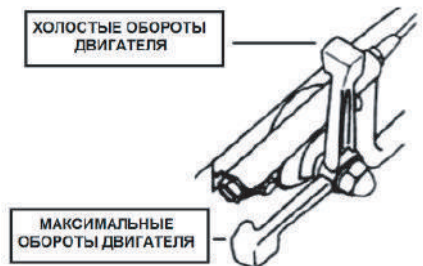

РИС. 9
5. Рычаг газа. Установите рычаг управления дроссельной заслонкой на 1/3 хода от положения холостого хода (Рис. 9).